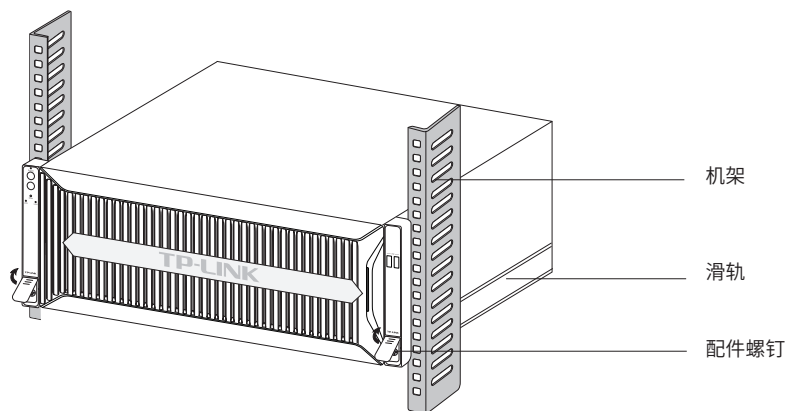

图2-1 机架安装示意图
3. 按开底部按键,使用配件螺钉穿过角铁通过浮动螺母与机架固定,确保服务器稳定、水平地安装在机架上,如图2-1所示。